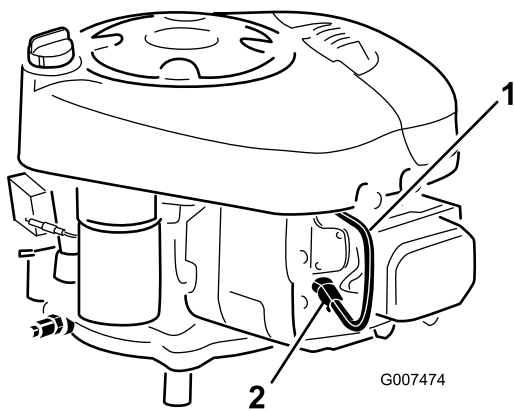

Figura 26
6. Raggiungete il punto sotto il corpo della macchina sopra la ruota posteriore sinistra e scollegate il cappello dalla candela (Figura 26).
3. Collegate il cappello alla candela (Figura 26).